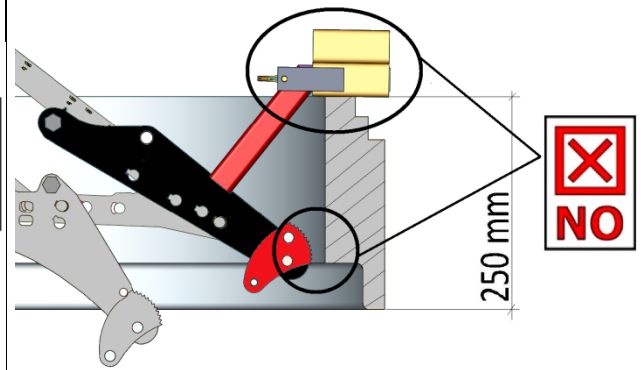

Bild 2
**Bild 2** zeigt einen Schachtring mit einer minimalen Bauhöhe von 250 mm **mit falsch** eingesetzten „Adaptersatz“ an Auflage von SVZ-UNI“ (44000079).